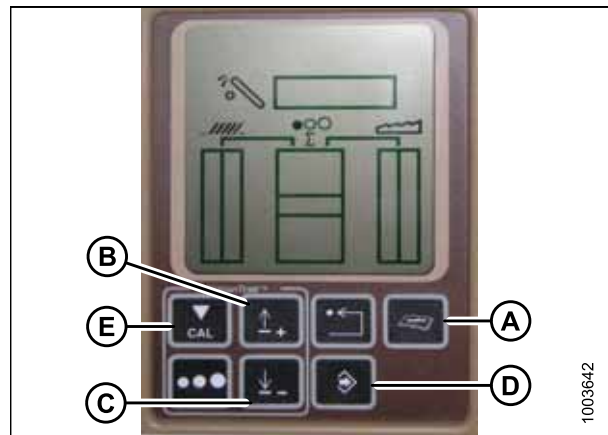

Abbildung 3.253: Display in John Deere-Mähdreschern
Die aktive Schwimmfunktion (A) und die automatische Schneidwerkshöhenregulierung AHHC dürfen bei MacDon Schneidwerken **NICHT** gleichzeitig aktiviert sein. Die beiden Systeme arbeiten gegeneinander. Unter dem Schneidwerkssymbol (B) auf dem Display sollte keine gewellte Linie zu sehen sein. Das Symbol muss mit der Darstellung in der Steueranzeige „Aktives Schneidwerk“ in Abbildung 3.253, Seite 172 identisch sein.